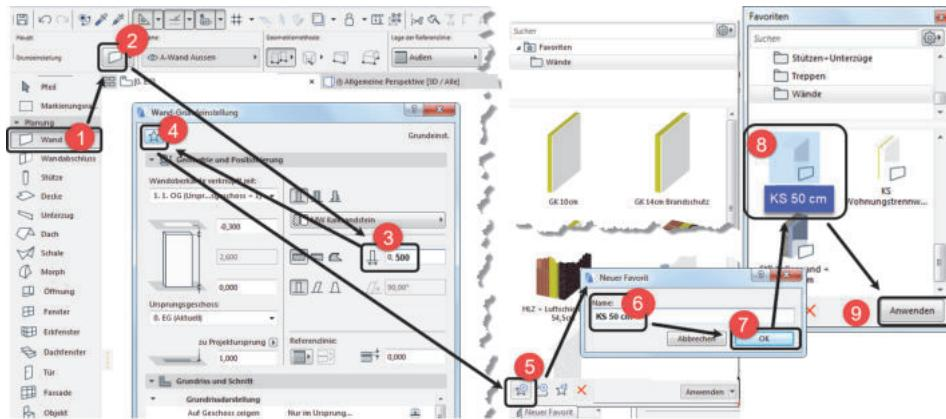

Abb. 1.24: Favoriten mit eigenem WAND-Element bestücken
- Die Favoriten können Sie über das Werkzeug  in der Symbolleiste STANDARD, das Menü FENSTER|PALETTEN|FAVORITEN oder Tastenkürzel **Strg+F** aktivieren. Mit diesem Werkzeug können Sie häufig benutzte Elemente in einer Liste zur schnellen Auswahl anzeigen lassen. *Eigene* Elemente mit bestimmten individuellen Voreinstellungen können Sie später aus dem GRUNDEINSTELLUNGEN-Dialogfenster jedes Werkzeugs mit der Schaltfläche FAVORITEN dort ablegen. Als Beispiel wird in Abbildung 1.24 eine Wand mit Wandstärke 50 cm als Favorit gespeichert: